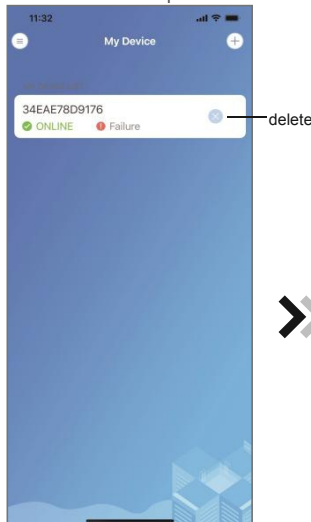

Abb.21 Schnittstelle zur Geräteverwaltung
10. Nachdem die WLAN-Bindung abgeschlossen ist, springen Sie zurück zu Mein Gerät (Abb. 21);